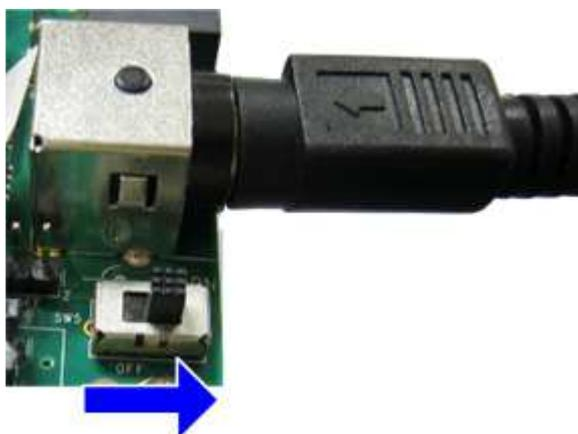

図 2-9: Arria10 SoC 開発キットの電源投入
- 図 2-9 のように Altera 電源アダプタを FPGA 評価ボードと接続します。